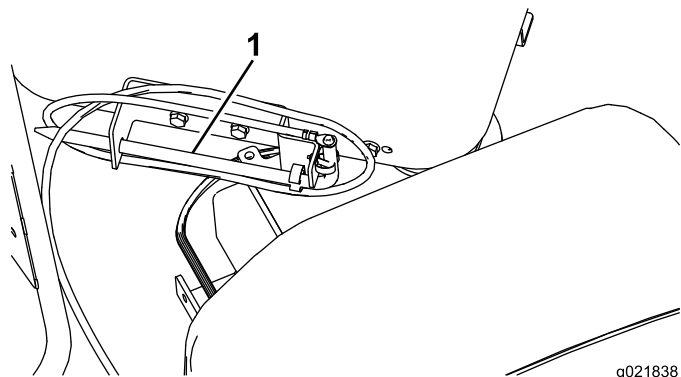

Figure 64
8. Rangez le piquet de terre dans son support sur la plate-forme de l'opérateur, comme montré à la Figure 64.